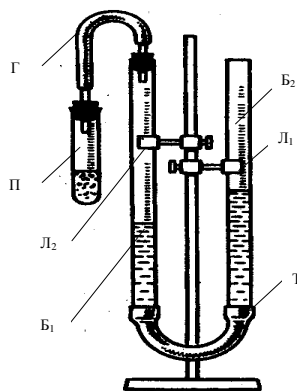

Рис.2.1. Лабораторная установка для определения эквивалентной массы металла
1. *Ознакомление со строением лабораторной установки.* Определение молярной массы эквивалентов цинка по объему вытесненного водорода осуществляется на лабораторной установке (рис.2.1).